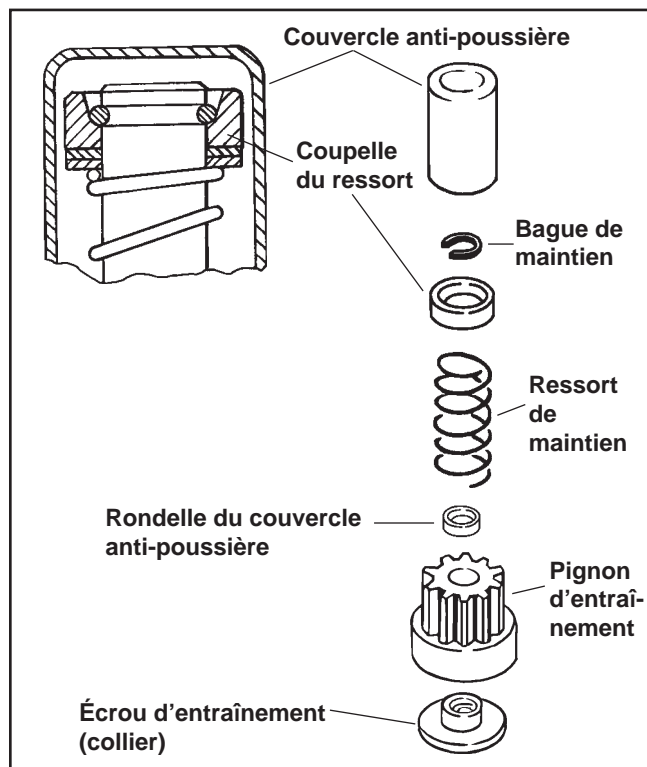

Figure 8-11. Composants d'entraînement, démarreur à inertie « lié à la masse ».
1. Le couvercle anti-poussière en caoutchouc comporte une lèvre intérieure qui s'insère dans une rainure de la rondelle du couvercle (voir la Figure 8-11). Tourner le pignon d'entraînement dans le sens des aiguilles d'une montre jusqu'à ce qu'il atteigne une position complètement sortie. Tout en maintenant le pignon dans cette position, prendre le bout du couvercle anti-poussière avec une pince et le libérer de la rainure de la rondelle.
3. Conformément à la Figure 8-11, saisissez la fixation du ressort et le pousser vers le démarreur, en comprimant le ressort de maintien et en exposant la bague de maintien.